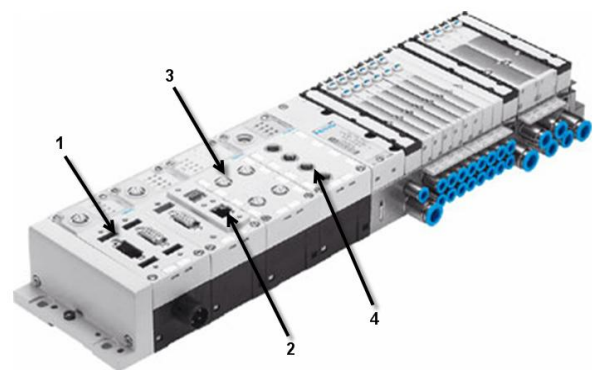

Fig. 25.
- La figure 25 représente un terminal de distributeurs où la commande des bobines se fait à l'aide d'un système de commande par bus de terrain (1). Le terminal peut être fourni avec une connexion Ethernet (2) et des modules de raccords pour entrées (3) ou sorties (4). Sur demande, le terminal de distributeurs est fourni avec un API intégré.